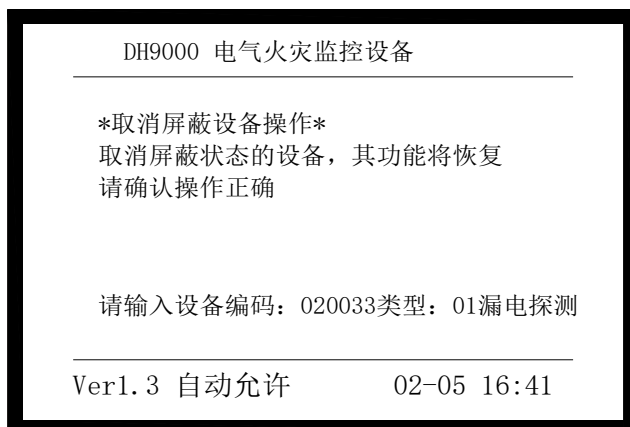

图 5-23
- ✧ 按“TAB”键，参照“附录二 设备类型表”，设备类型处输入“01”（如图 5-23）；